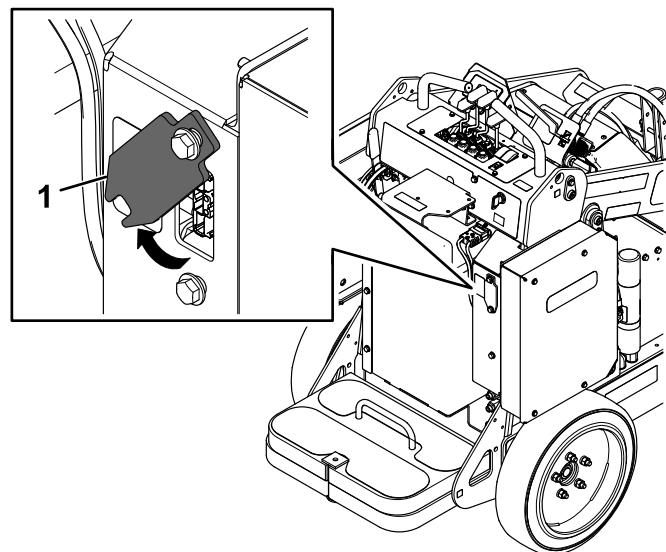

Bild 23
6. Schieben Sie die Ladegerätdeckung nach oben und schwenken Sie sie aus dem Weg (Bild 23).
10. Schwenken Sie die Ladegerätdeckung in Position und schieben Sie sie über die untere Schraube nach unten (Bild 23).